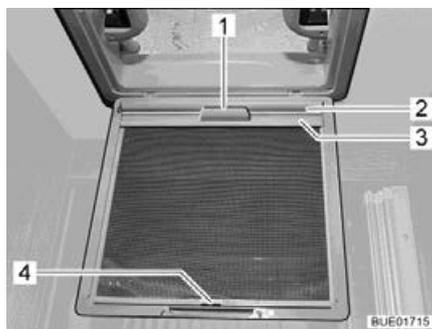

Bild 126 Verdunklungsrollo (Dachhaube)
- Verdunklungsrollo (Bild 126,2) am Griff (Bild 126,1) herausziehen und Halteleiste (Bild 126,3) in den Haken (Bild 126,4) am Insektenschutz einhängen.
- Halteleiste (Bild 126,3) vom Haken (Bild 126,4) lösen und Verdunklungsrollo (Bild 126,2) am Griff (Bild 126,1) langsam zurückführen.